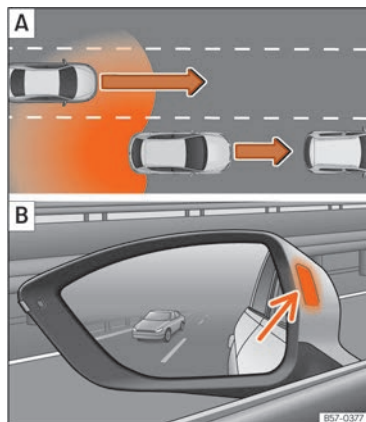

Abb. 128 Schematische Darstellung: **A** Überholen mit Verkehr im hinteren Bereich. **B** Anzeige des Spurwechselassistenten links.
In folgenden Situationen wird die Anzeige in der Kontrollleuchte **»»** (Abb. 128) **B** (Pfeil) oder **»»** (Abb. 129) **B** (Pfeil) dargestellt:
- Bei einer Überholung durch ein anderes Fahrzeug **»»** (Abb. 128) **A**.